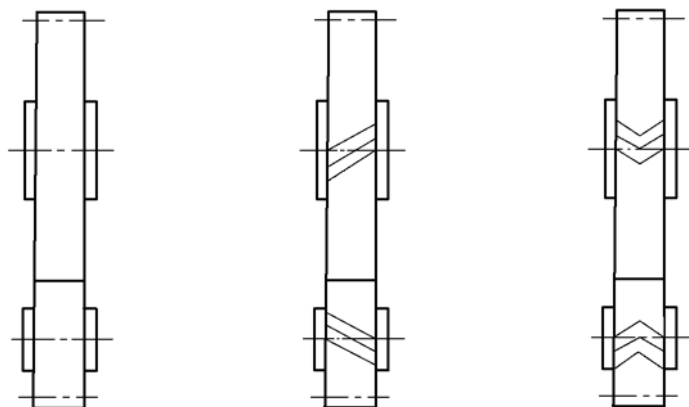
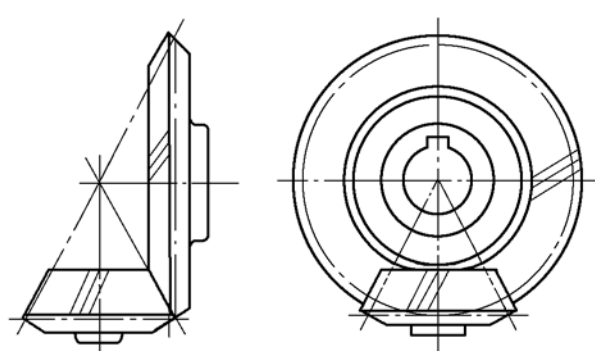

图 10 圆柱齿轮副的啮合画法——外啮合(二)
图 14 轴线正交的锥齿轮副的啮合画法(二)
4.2 在平行于圆柱齿轮、锥齿轮轴线的投影面的视图中, 啮合图的齿顶线不需画出, 节线用粗实线绘制, 其他处的节线用细点画线绘制(图 10、图 14)。